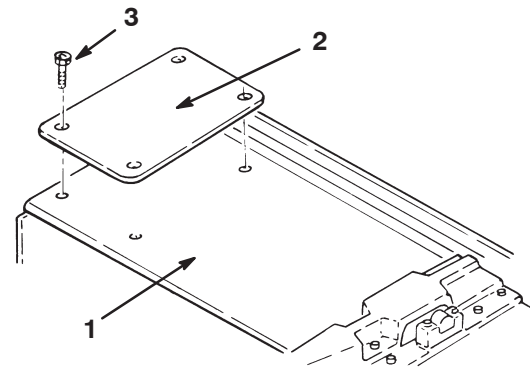

Bild 2
3. Nehmen Sie an den Mähwerken Nummer 2 und Nummer 3 die 4 Abdeckkopfschrauben ab, die sich an der Außenseite des Mähwerkantriebsgehäuse befinden. Werfen Sie die Abdeckschrauben weg. Montieren Sie eine Kippplatte mit den flachen Sechskantschrauben und den Sicherungsmuttern, die mit den Kippplatten geliefert werden, am linken vorderen Mähwerk (Nummer 2) und am rechten vorderen Mähwerk (Nummer 3) (Bild 2).
5. Nehmen Sie an den Mähwerken Nummer 4 und Nummer 5 die 4 Abdeckkopfschrauben ab, die sich an der Außenseite des Mähwerkantriebsgehäuse befinden. Werfen Sie die Abdeckschrauben weg. Kipphalterungen werden an diesen Stellen befestigt, wenn die Mähwerke Nummer 4 und Nummer 5 an den Hubarmen montiert sind (Bild 2).